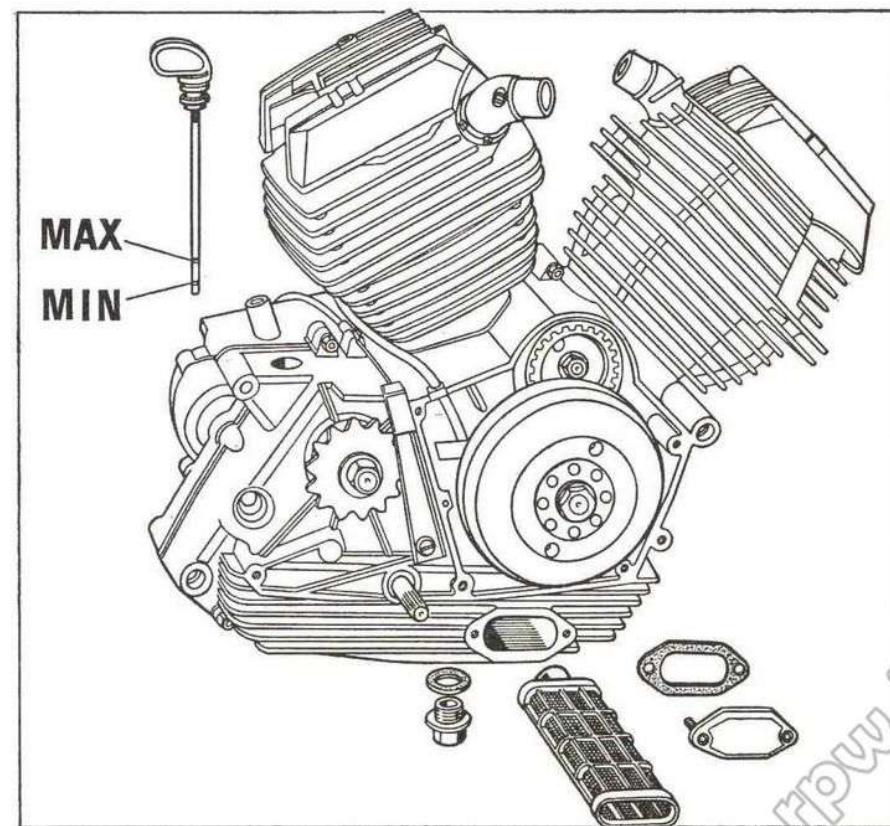

Fig. 3
- 1 - Togliere il tappo posto sotto il motore (fig. 3) e curare che scarichi la maggiore quantità d'olio possibile.
- 2 - Chiudere accuratamente il tappo, togliere l'asta di livello olio (fig. 3) e versare litri 2,5 di olio (vedi pag. 1).
- 1 - Togliere il coperchietto laterale (fig. 3).